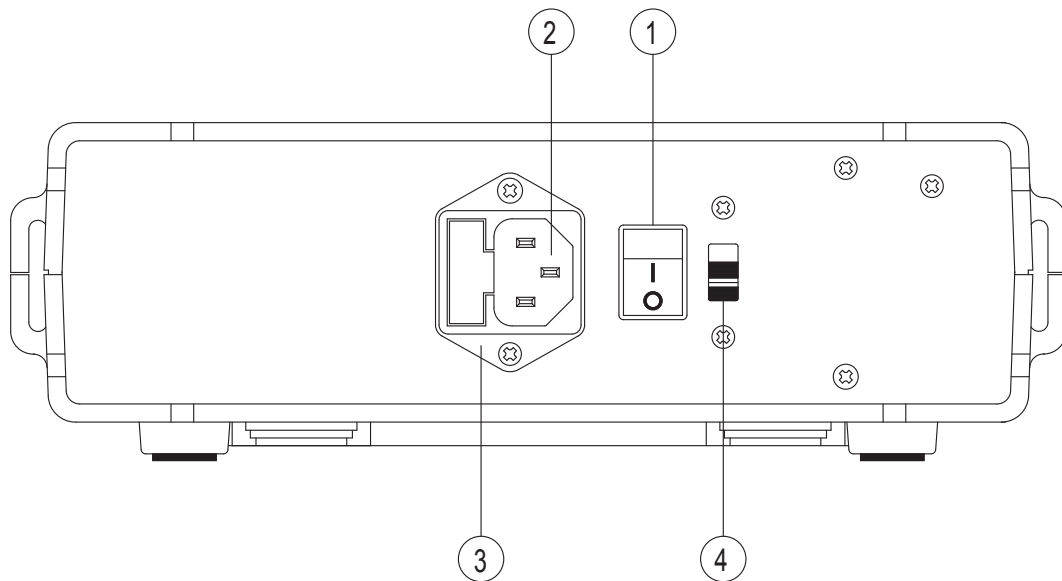

Figura 2. Controlli e connettori
⚠ Vedere la Figura 2 per verificare la posizione dei controlli e dei connettori del pannello posteriore.
2. Fare riferimento alla figura 2. Individuare il porta fusibile di rete sul pannello posteriore.